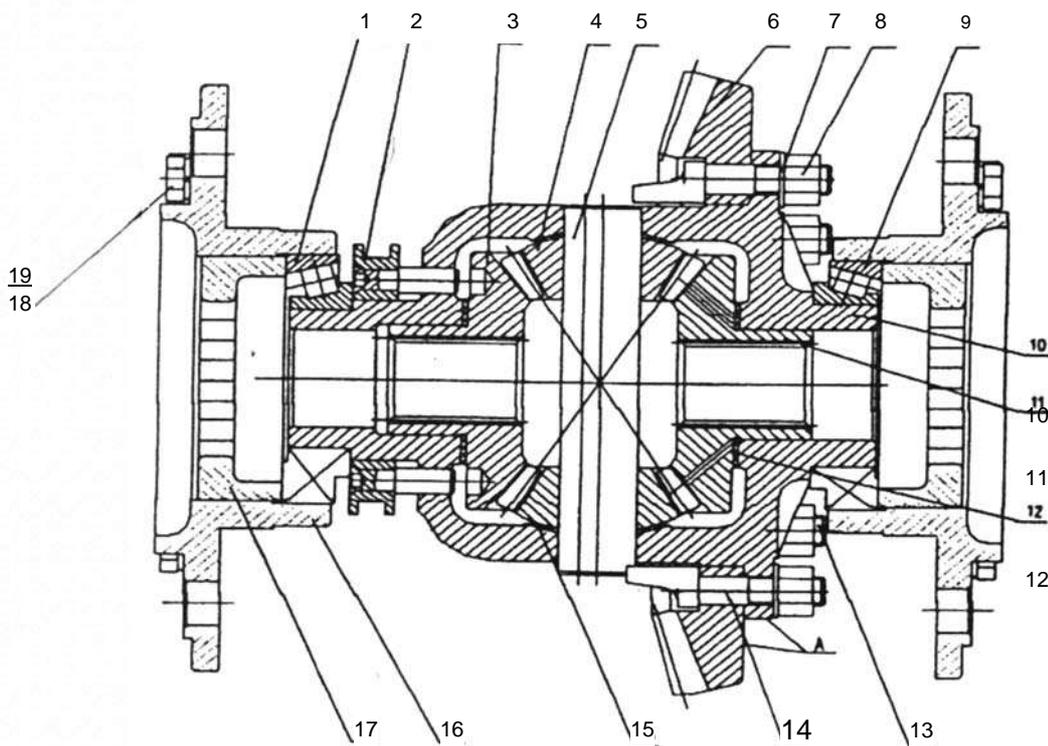

Рис. 6-6 Дифференциал
## (2) Регулировка подшипников дифференциала (Рис. 6-6)